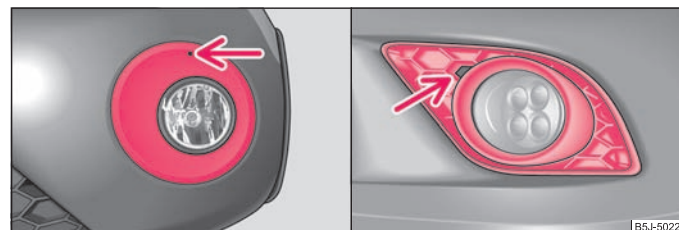

Fig. 172 Bara de protecție față: Fabia Scout / Fabia RS
- Introduceți mânerul de sârmă din trusa de scule, în orificiul de deasupra proiectoarelor de ceață ⇒ fig. 172 - în stânga și scoateți capacul.
- Introduceți un deget în deschizătura de lângă farul de ceață ⇒ fig. 172 - dreapta și scoateți capacul.